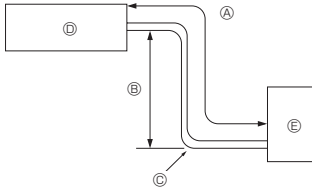

Fig. 2-1
2.1. Chladivové potrubie (Fig. 2-1)